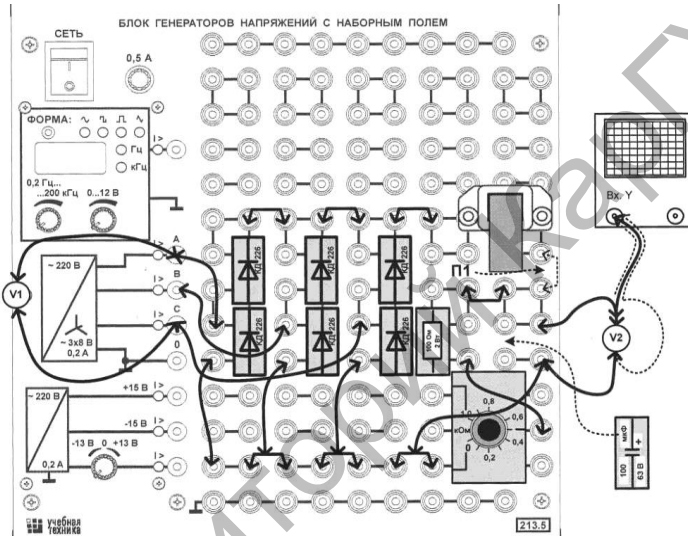

Рисунок 5.24
- Соберите цепь трехфазного мостового выпрямителя согласно монтажной схеме (рис. 5.24). На схеме (рис. 5.24) $V1$ – мультиметр для измерения действующего значения синусоидального напряжения, $V2$ – мультиметр для измерения постоянного (выпрямленного) напряжения. Сопротивление нагрузки R_N состоит из двух последовательно соединённых резисторов – постоянного 100 Ом и переменного 1000 Ом – и в первом опыте может быть любым – от 100 до 1100 Ом. В качестве индуктивности используйте катушку трансформатора 900 витков, вставив между половинками сердечника полоски обычной писчей бумаги в один-два слоя, чтобы в магнитопроводе образовался немагнитный зазор. В первом опыте $C = 0$ и $L = 0$ (на монтажной схеме конденсатор отсутствует, а перемычка П1 находится в исходном положении, показанном сплошной